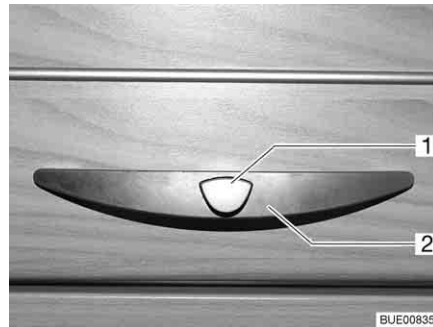

Bild 41 Möbelklappe mit Griff (Beispiel)
- Den Entriegelungsknopf (Bild 41,1) am Griff (Bild 41,2) drücken und gedrückt halten.